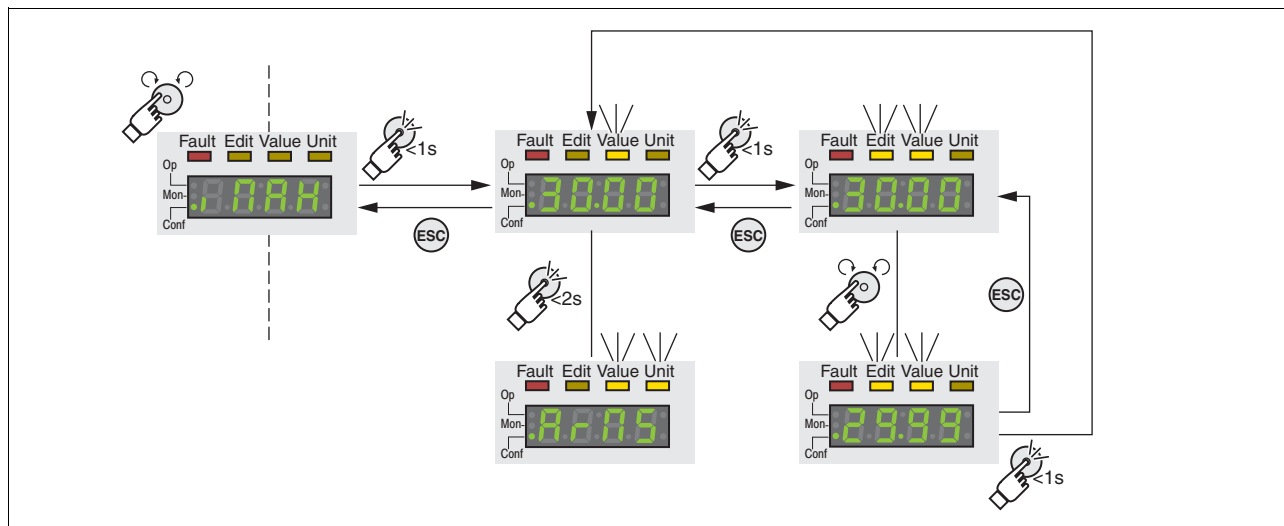

图 7.4 通过集成 HMI 设定参数示例
- 参数 **iMax**（iMax）在 7 段显示屏上显示，参见图 7.4。